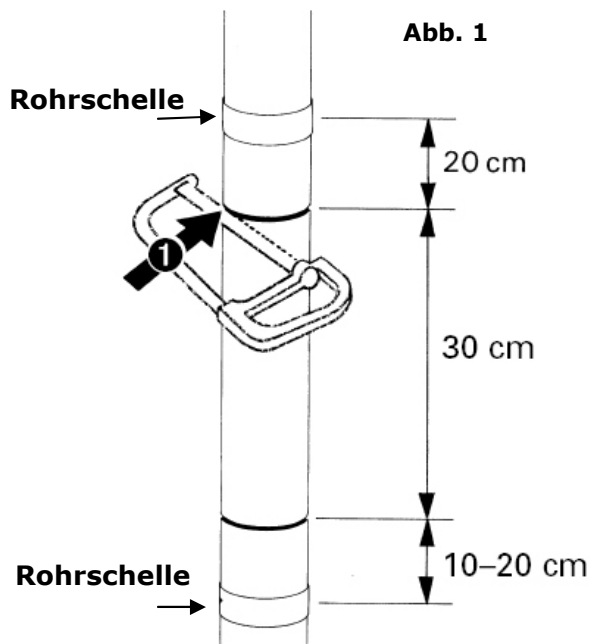

Abb. 1
1. Das Regenfallrohr in der gewünschten Einbauhöhe an 2 Stellen durchsägen (**Abb. 1**). Der Sägausschnitt sollte für alle Typen unserer Filtersammler 30cm betragen. Die abgeschnittenen Rohrenden mit einer Halbrundfeile sauber entgraten.